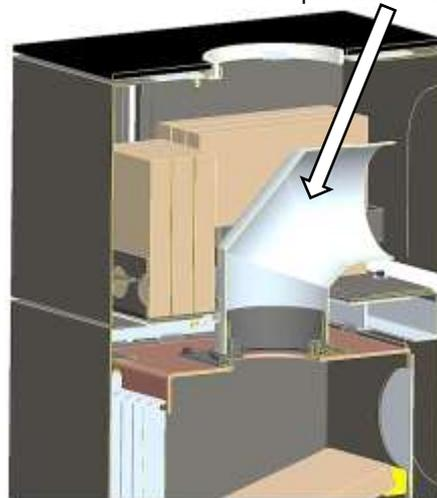

Fig. 27 : Raccordement de tuyau de fumée vers l'arrière
4. Insérer le coude d'évacuation de fumée (Ø 150 mm) (Fig. 27). Nous recommandons d'utiliser le coude d'évacuation de fumée wotdtk de longueur 250 mm en noir métallisé n° d'art. 092 025 ; non inclus dans le contenu de la livraison du poêle.